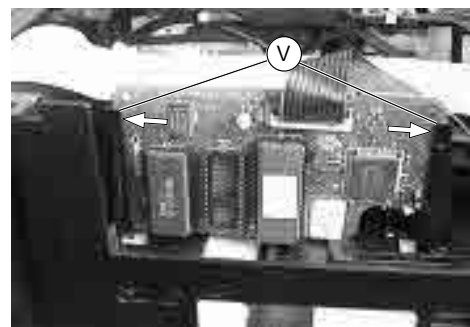

Fig. 12
- Führungsleisten (V) vorsichtig auseinanderdrücken und Archivplatte herausnehmen (Fig. 12).
- Press the guides (V) carefully apart and take out the Archives Board (Fig. 12).